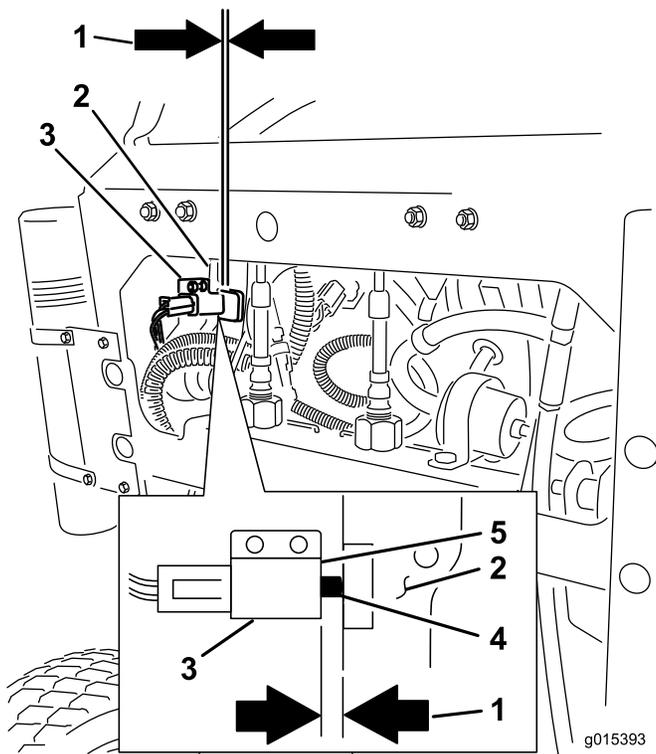

図 65
- 図 65 に示されているように、ブレーキ・レバーとスイッチの面とのすき間を点検する。ブレーキを掛けた状態で、すきまが 3mm あることが必要である。